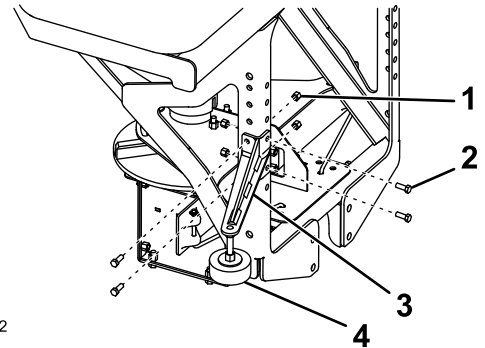

Bild 7
ein Drehmoment von 27 N·m an, wie in Bild 7 dargestellt.
5. Schrauben Sie die Blöcke an den Stützarmen bis sie eng an der Stoßstange des Fahrzeugs anliegen und ziehen Sie die Kontermutter fest, um die Blöcke zu sichern (Bild 7).
8. Befestigen Sie die Stützarme mit 8 Schrauben ($\frac{3}{8}$ ") und 8 Sicherungsmuttern ($\frac{3}{8}$ ") am Rahmen des Streuers und ziehen Sie die Schrauben auf ein Drehmoment von 27 N·m an, wie in Bild 7 dargestellt.
anliegen und ziehen Sie die Kontermutter fest, um die Blöcke zu sichern (Bild 7).